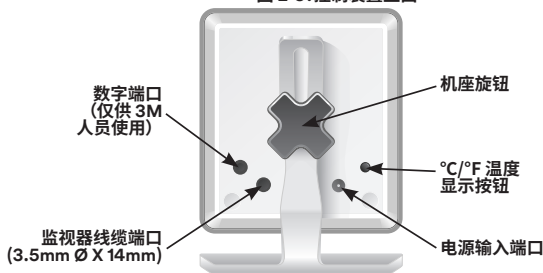

图 2-4: 控制装置背面
2. 将电源连接到控制装置背面的电源输入端口 (参见图 2-4)。将电源插入正确的插座。启动屏幕亮起, 随后转变为待机屏幕。
4. 如需要, 可通过控制装置背面的监视器端口, 使用监视器线缆将控制装置连接到患者监视器 (参见图 2-4)。
控制装置能够以摄氏度或华氏度为单位显示温度测量结果。出厂时,单位预设摄氏度。如要更改显示温度单位,请在控制装置开启时按下控制装置背面的温度显示按钮(参见图 2-4)。